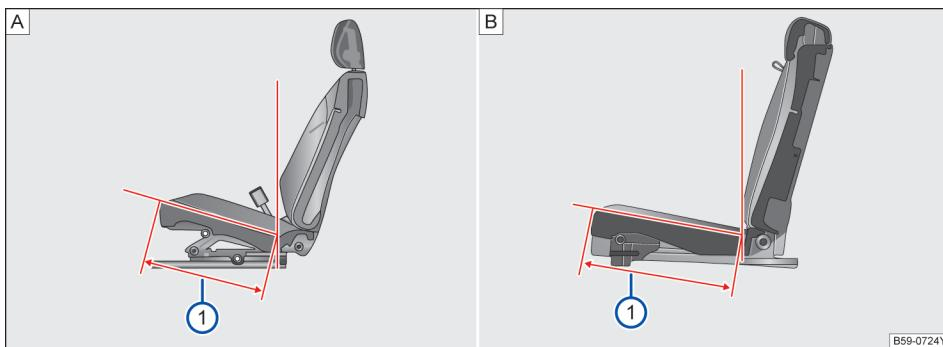

图 93 座椅坐垫深
=533mm→图 93 [A] ①。
=525mm→图 93 [B] ①。